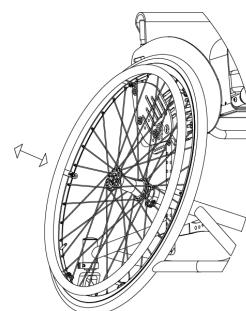

FIG. 11
- Ao puxar a roda para o exterior da cadeira (fig. 11), a roda não deve soltar-se sem pressionar o botão